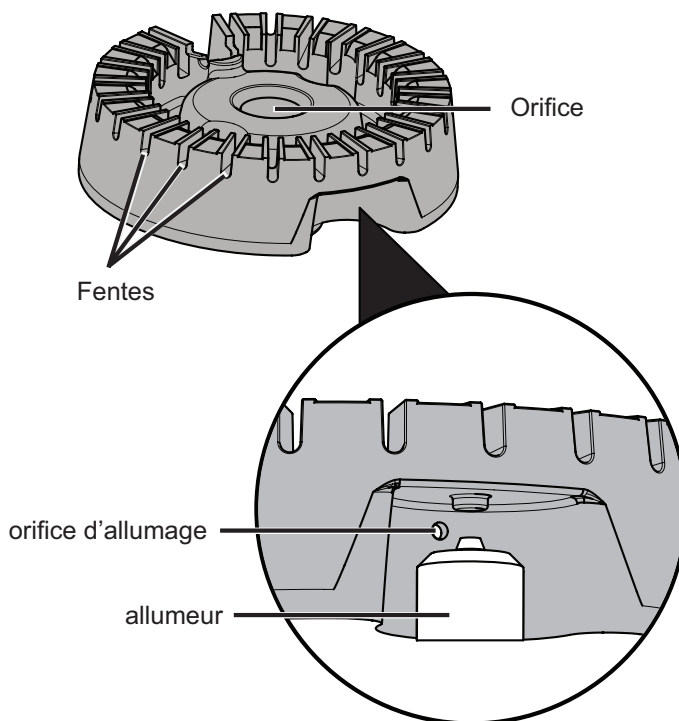

Figure 65: Composants de brûleurs scellés
3. Utiliser une vieille brosse à dents pour nettoyer la tête de brûleur au complet (voir Figure 65).
4. Utiliser la brosse à dents pour nettoyer les fentes et les orifices du brûleur (voir Figure 65).